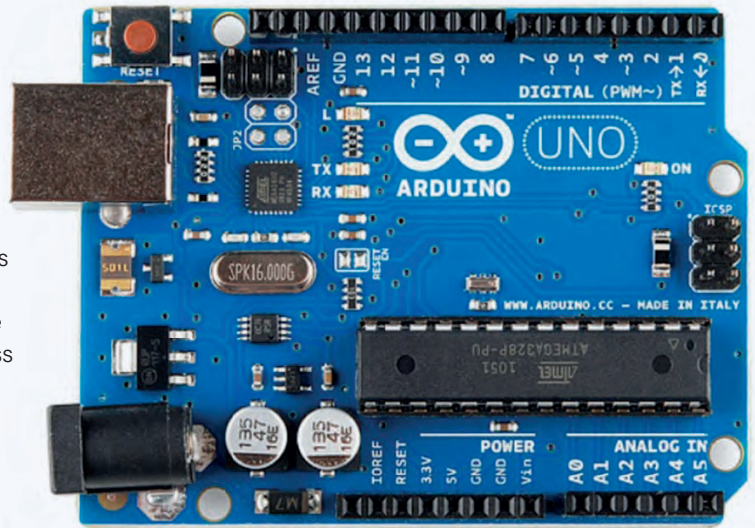

Bild 2. Der Arduino Uno
- **Arduino:** Die Arduino-Familie, insbesondere der Arduino Uno (Bild 2), ist derzeit vielleicht eine der beliebtesten Mikrocontroller-Entwicklungsplatinen. Das erste Arduino-Board wurde 2005 im italienischen Ivrea entwickelt. Es begann als Studentenprojekt mit dem Ziel, ein interaktives Mikrocontroller-Entwicklungssystem zu entwickeln, das billiger und einfacher zu bedienen als die damaligen Entwicklungssysteme ist. Das Projekt wurde nach dem Marktgrafen Arduin von Ivrea benannt, der im Jahr